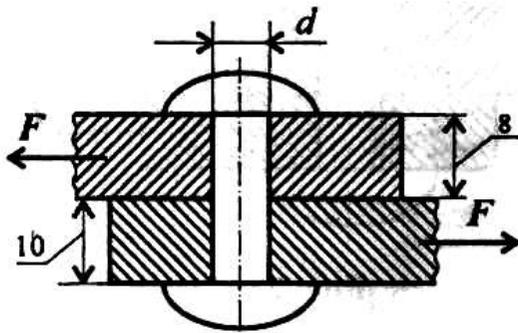

Рис. 24.1
1. Определить количество заклепок из расчета на сдвиг (рис. 24.1).